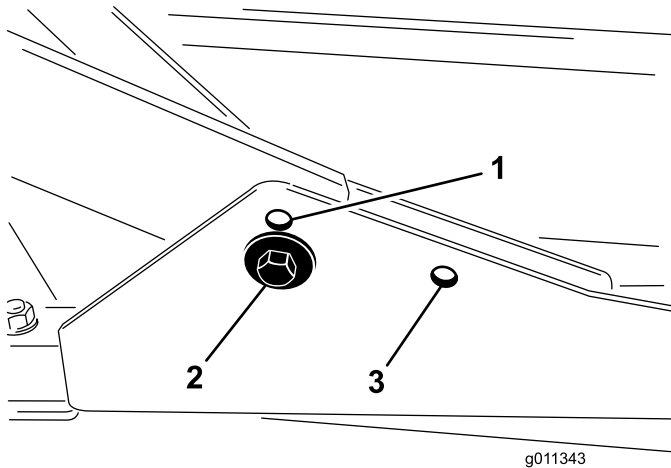

Figura 7
1. Para alturas de corte entre 2,0 y 7,6 cm, los bastidores de tiro delanteros deben montarse en los taladros de montaje delanteros inferiores (Figura 7).
2. Para alturas de corte entre 6,3 y 10 cm, los bastidores de tiro delanteros deben montarse en los taladros de montaje delanteros superiores (Figura 7).
Para todas las alturas de corte, la carcasa de corte trasera debe montarse en los taladros de montaje traseros (Figura 7).